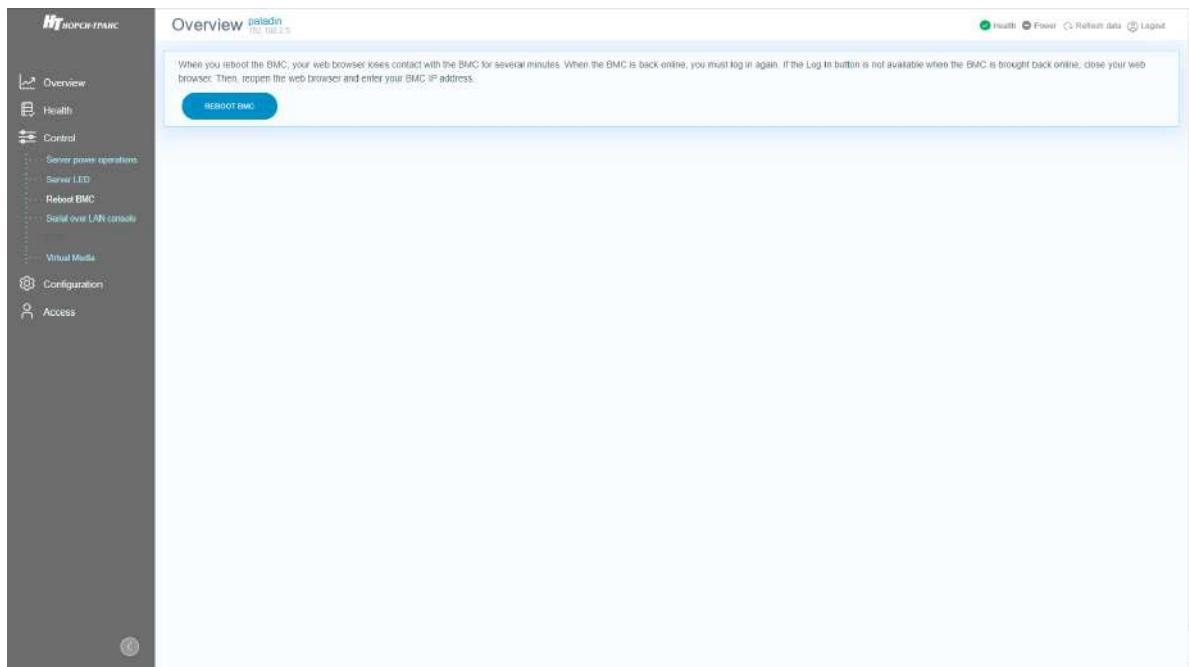

Рис. 71. Окно «Reboot BMC»
- 4) Пройдите во вкладку «Control» → «Reboot BMC» в данной вкладке осуществляется презагрузка BMC. Нажмите на кнопку «Reboot BMC» для перезагрузки BMC. Окно показано на рис. 71 Окно «Reboot BMC»